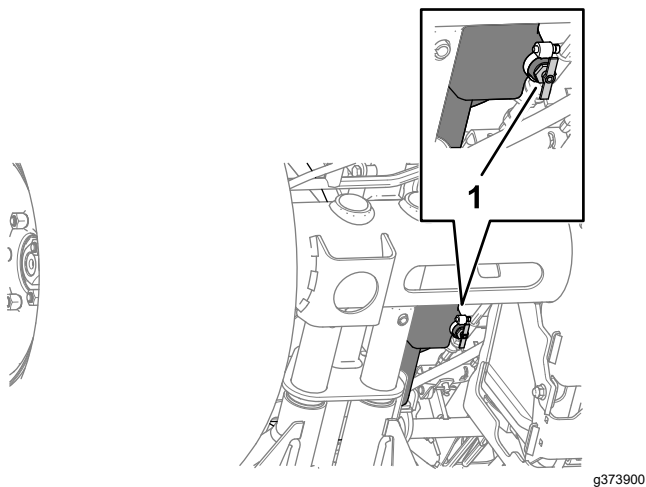

Figure 81
2. Placez un bac de vidange sous le robinet de vidange du réservoir de carburant (Figure 81).